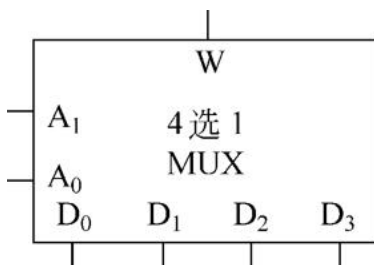

图 8
6、用如图 8 所示的 4 选 1 多路选择器实现逻辑函数:  $F(A,B,C)=\sum m(2, 3, 5, 6)$ , 请写出设计过程, 并画出逻辑电路图(确定各引脚的连接)。